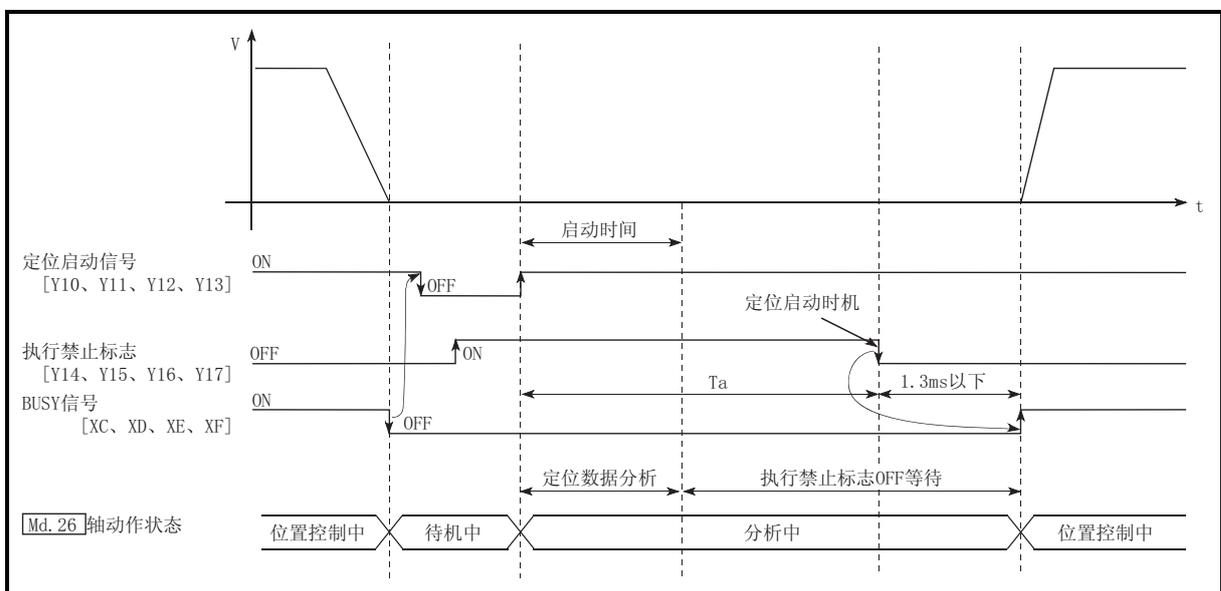

图 13.48 预读启动功能的动作
对于预读启动功能，通过在执行禁止标志[Y14、Y15、Y16、Y17]ON 的状态下将定位启动信号[Y10、Y11、Y12、Y13]置为 ON，或者通过执行专用指令(ZP.PSTRT1、ZP.PSTRT2、ZP.PSTRT3、ZP.PSTRT4)来进行。如果在执行禁止标志 ON 的状态下进行定位启动，则只执行到定位数据分析为止，而不进行脉冲输出。在执行禁止标志 ON 期间“Md. 26 轴动作状态”将保持为“5: 分析中”不变。执行禁止标志[Y14、Y15、Y16、Y17]变为 OFF 后，将在 1.3ms 以内开始输出脉冲，“Md. 26 轴动作状态”将变为符合各控制方式的状态(位置控制中、速度控制中等)。(参阅图 13.48)
因此，在停止时间  $T_w$  期间对下一个数据进行预读启动。如果  $T_w$  的时间长度达到某个程度，该期间下一个数据的分析将结束，变为执行禁止标志 OFF 等待状态。因此，通过将 2) 的定位启动的时机替换为执行禁止标志 OFF，在顺控程序中从轴动作请求 ON 开始至脉冲输出为止的时间可设置为 1.3ms 以下。(参阅图 13.48)
- (1) 定位数据分析所需要的时间最多为 7ms。
- (2) 定位数据分析后，变为执行禁止标志 OFF 等待状态。如果在执行禁止标志 OFF 等待状态中进行了定位数据的变更，变更数据将不会被存储。进行定位数据的变更时应在定位启动信号 ON 之前进行。
- (3) 定位启动信号变为 ON 之后，在定位数据分析结束之前执行禁止标志变为 OFF ( $T_a < \text{启动时间}$ ,  $T_a$ : 参阅图 13.48) 的情况下，预读启动功能无效。
- (4) 在“Cd. 3 定位启动编号”中通过预读启动功能可进行定位启动的数据 No. 只为 No. 1~600。如果设置为 No. 7000 ~ 7004、9001 ~ 9004 后执行预读启动功能，将发生出错“超出启动编号范围”(出错代码:543)。
- (5) 执行禁止标志的置 ON 必须在与定位启动信号同时或者在定位启动信号 ON 之前进行。在定位启动信号 ON 后的  $T_a$  期间即使将执行禁止标志置为 ON，也可能无法执行预读启动。在执行禁止标志 OFF 的状态下进行定位启动(脉冲输出)后，即使将执行禁止标志置为 ON 预读启动功能也将无效。(在下一个定位启动时变为有效。)